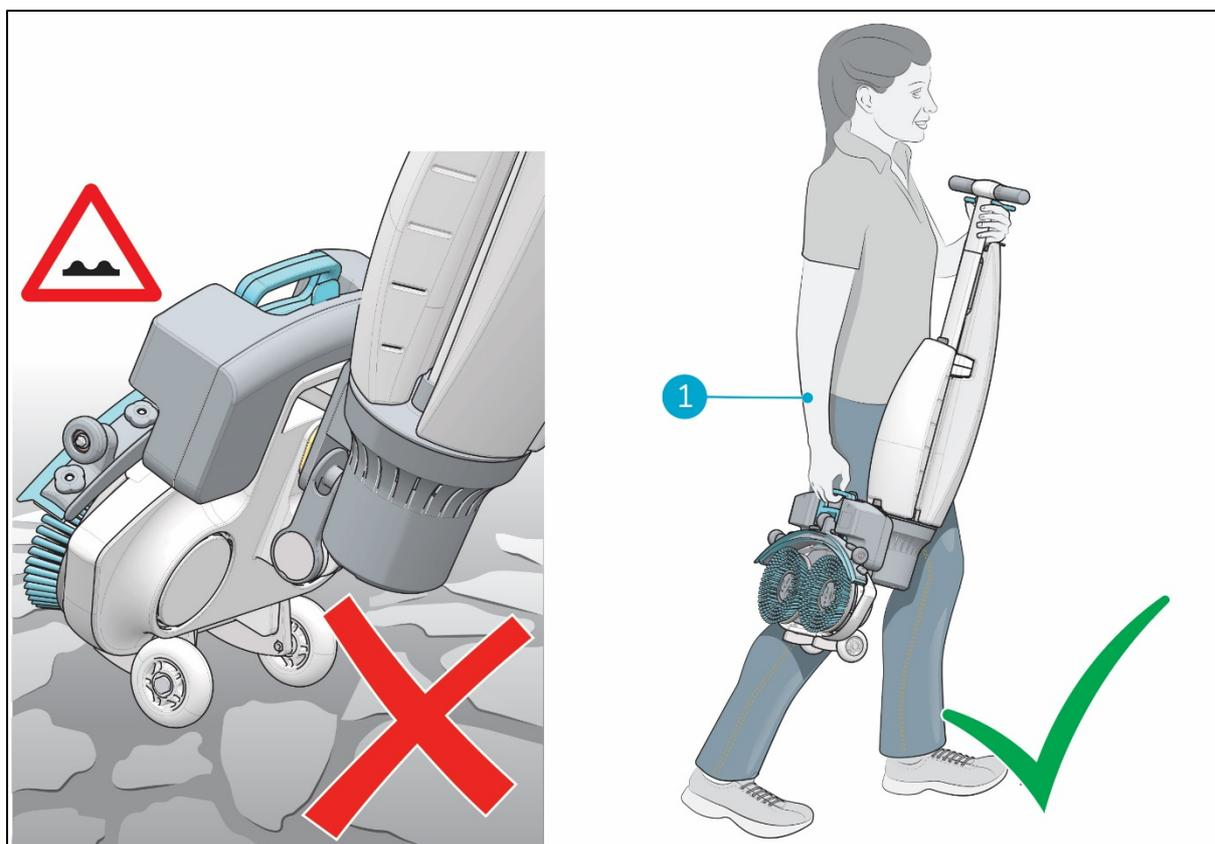

Figure 6
2. Portez l'i-mop Lite d'une main tout en tenant la poignée (Figure 6, pos 1) avec votre autre main.